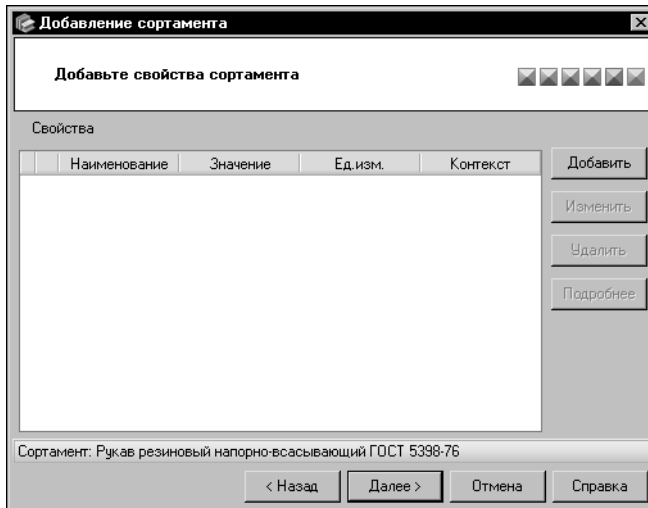

Рис. 6.44. Мастер добавления сортамента: шаг 5
7. Элементы управления окна пятого шага мастера позволяют задать свойства сортамента (рис. 6.44). Для сортамента *Рукав* таких свойств не определено.